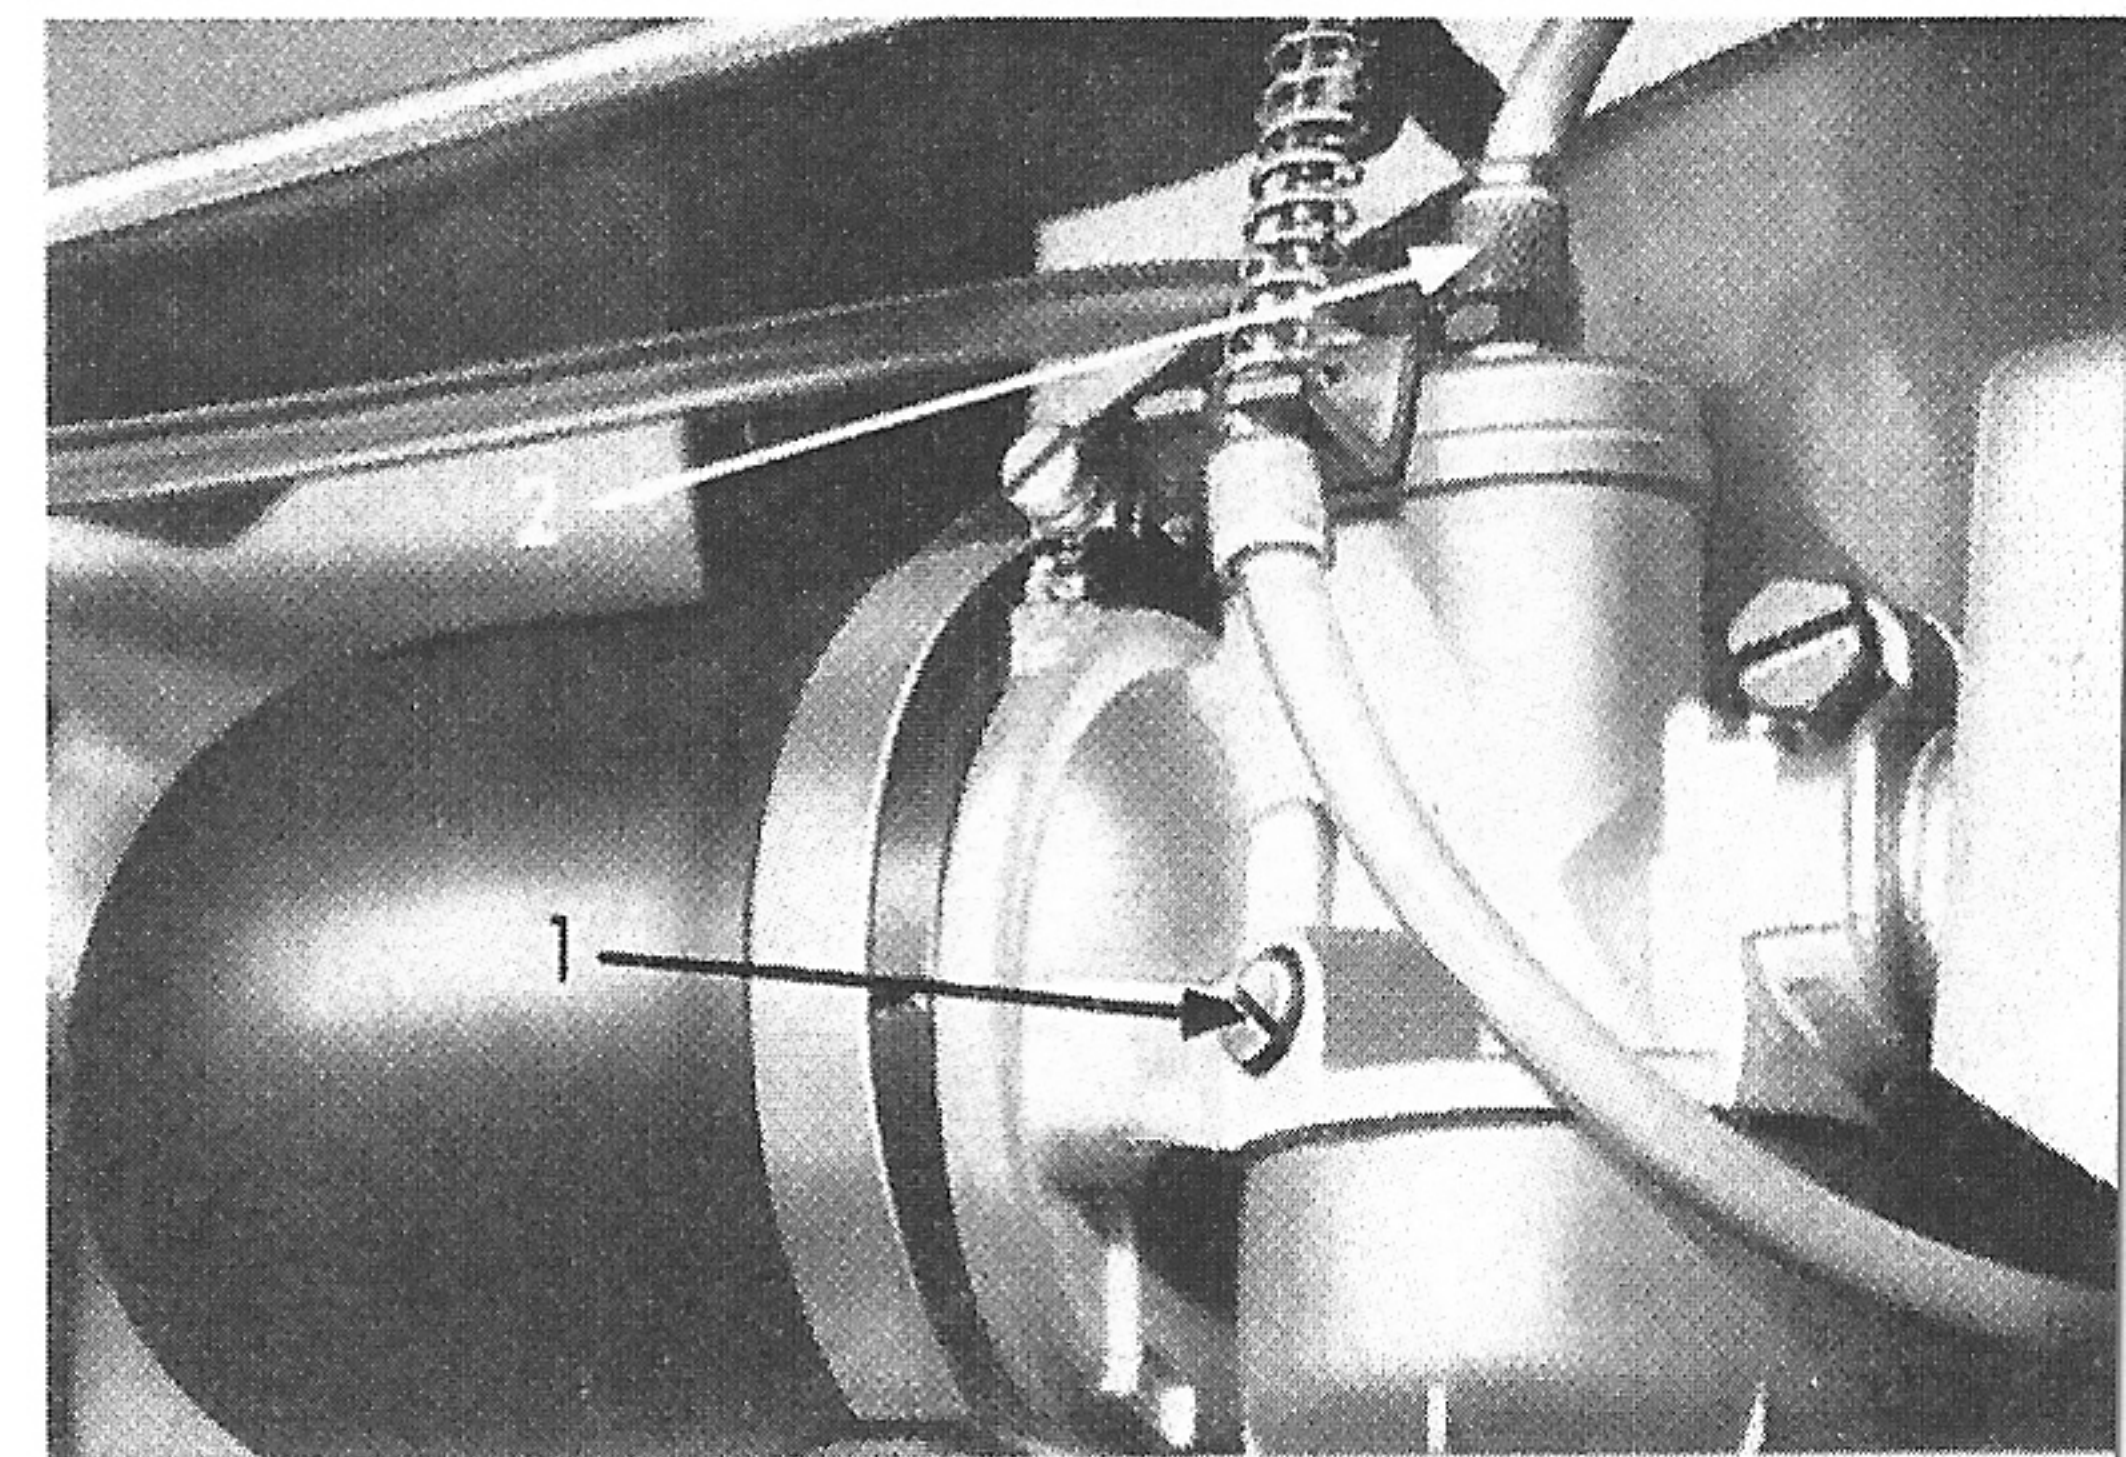

Bild 13
**Leerlauf-Einstellung** (s. Bild 13)